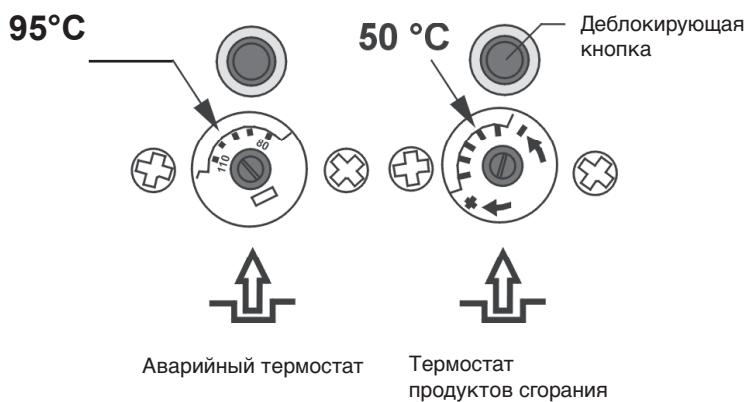

Рис.11
Аварийный терmostат и терmostат продуктов сгорания оснащены деблокирующей кнопкой и шкалой настройки температуры (см.рис. 11). Разблокирование можно провести после отвинчивания деблокирующей кнопки. Разблокировать аварийный терmostат можно после снижения температуры отопительной воды. Подобным образом и у терmostата продуктов сгорания, где разблокирование возможно после охлаждения его датчика.
- термостат продуктов сгорания 50 °C. Настройка термостата изображена на рис.11.